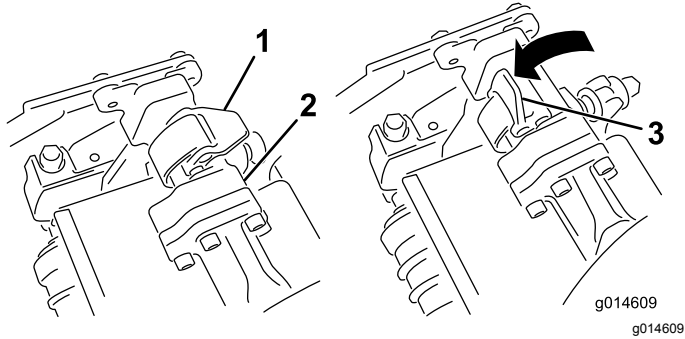
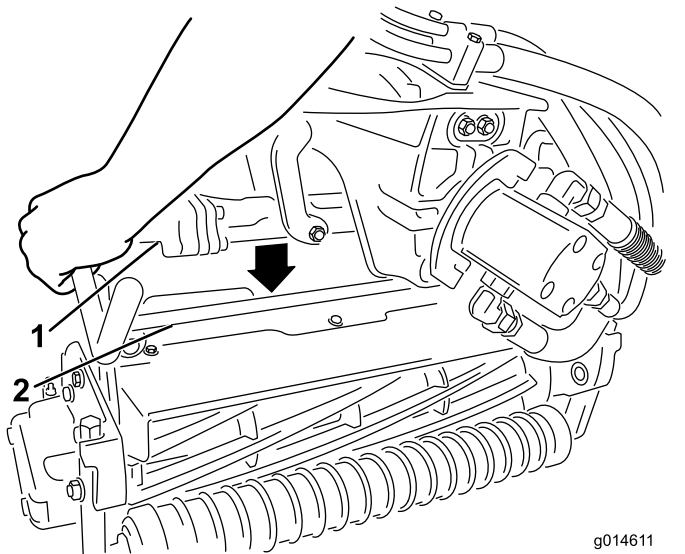

图42
图43
3. 当悬挂臂杆上的门锁指向上方即打开时图42向下压悬挂臂使悬挂臂杆与滚刀组上方的支架相契合图43。
4. 向下并绕着滚刀组横杆关闭门锁将它们锁定到位图42。
4. 打开您正在拆下的滚刀组悬挂臂上的门锁图42。